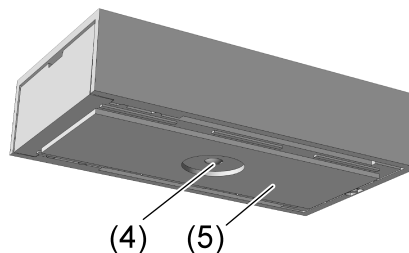

Bild 7: Kapslingens undersida med limkuddar
- Sätt limkudden (5) på kapslingens undersida (Bild 7). Dra av skyddsfolien på ena sidan, sätt kudden på undersidan av sensorns kapsling och tryck fast den. Ljusledaren (4) för ljusstyrkemätning får inte bli överlimmad.